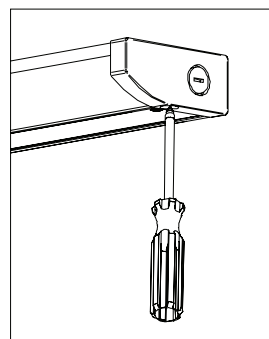

Figure 5
- Vissez fermement les vis de montage du luminaire. **Voir la Fig 5** Les vis de montage conviennent à des fonds d'armoire d'une épaisseur de 9.5mm ou plus. Utilisez des vis plus courtes pour des fonds d'armoire d'une épaisseur inférieure à 9.5mm.
9. Drive fixture mounting screws securely. **See Fig 5.** Mounting screws are suitable for cabinet bottoms 3/8" or thicker. Use shorter screws for cabinet bottoms thinner than 3/8".
9. Atornille bien los TORNILLOS DE MONTAJE. **Ver Fig 5.** Los tornillos de montaje son apropiados para gabinetes con fondos de 3/8" o más gruesos. Use tornillos más cortos para gabinetes con fondos menores a 3/8".